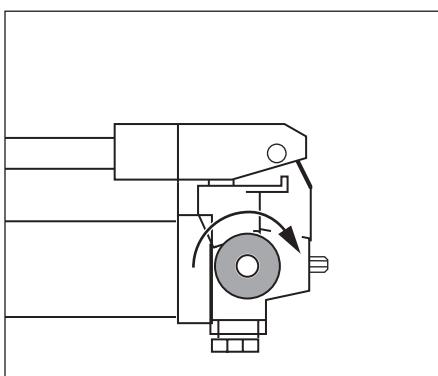

Abbildung 1
1. Schließen Sie das Druckablassventil, indem Sie es im Uhrzeigersinn drehen, siehe Abbildung 1.